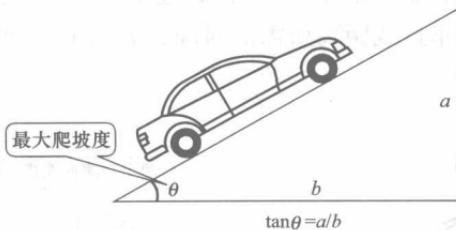

图 1-5 最大爬坡度
(3) 汽车的最大爬坡度。它是指汽车在满载时，以一挡在良好的路面上能够爬上的最大坡度的能力，如图 1-5 所示。爬坡度用坡度的角度值（以度数表示）或以坡度起止点的高度差与其水平距离的比值（正切值）的百分数来表示。